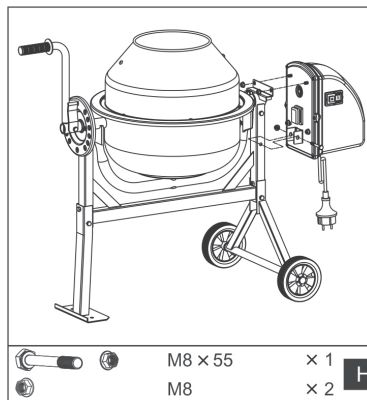

Abb.12
9. Im letzten Montageschritt montieren Sie den Antrieb. Richten Sie hierzu die Verzahnung aus und schieben Sie den Antrieb über die Welle. Verschrauben Sie das Motorgehäuse mit dem Gestell. Verwenden Sie Muttern mit der Bezeichnung M8 (H), Abb.12.